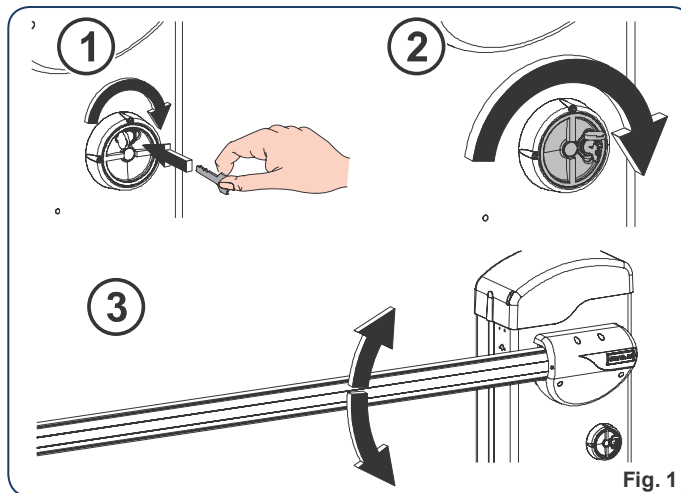

Fig. 1
- Introduire la clé dans le dispositif de déverrouillage et la tourner en sens horaire jusqu'à son arrêt, d'après la Fig. 1 réf. ①.
- Tourner le dispositif de déverrouillage en sens horaire jusqu'à son arrêt, fig. 1 réf. ②
- Actionner manuellement la lisse, Fig. 1 réf. ③.